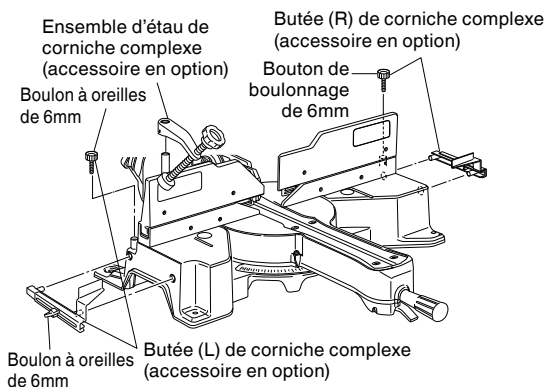

Fig. 46-a
- (1) Les butées (L) et (R) de corniche complexe (accessoire en option) permettent des coupes plus faciles de corniches complexes sans inclinaison de la lame de scie. Les installer sur la base, de chaque côté, comme le montre la Fig. 46-a. Après les avoir introduits, serrer les boutons de boulonnage de 6mm sur les butées de corniche complexe.